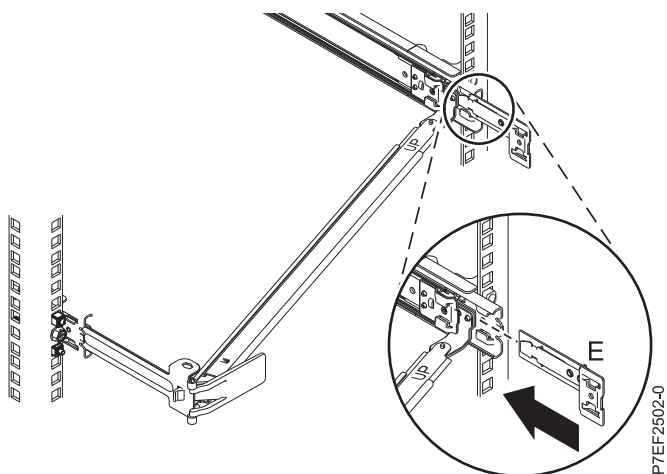

Figura 13. Instalación de la pieza de extensión en el riel deslizante
5. Deslice la abrazadera de extensión (**E**) en el riel deslizante derecho hasta que la patilla accionada por resorte quede encajada en su sitio. Para conocer detalles, consulte la Figura 13 en la página 10.